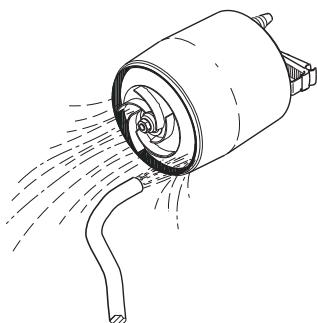

Fig. 12 Sådan skyldes pumpen
4. Rens og skyld pumpen indvendig for at fjerne eventuelle urenheder mellem motor og pumpekappe. Rens løberen. Se fig. 12.